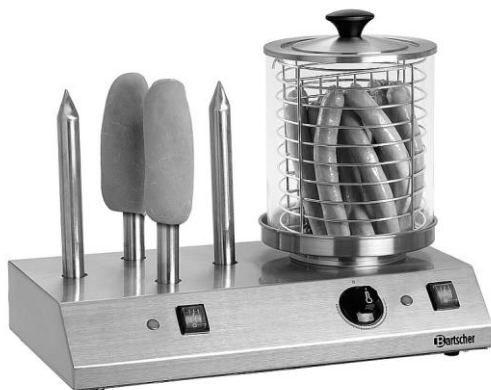

Fig. 3
6. Lägg de förberedda korvarna i korgen (fig. 3).
3. Lägg försiktigt lämpliga korvbullar på rostningsstiften (fig. 3).